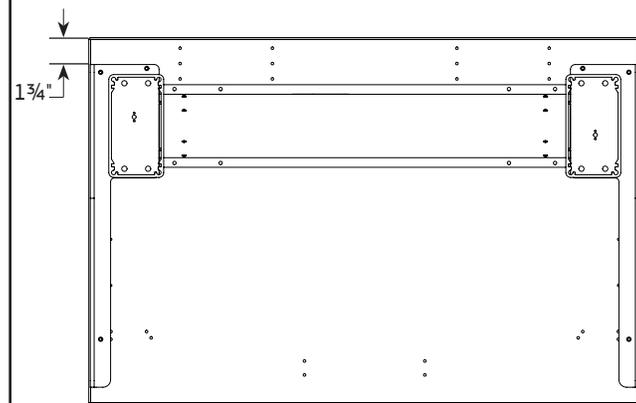
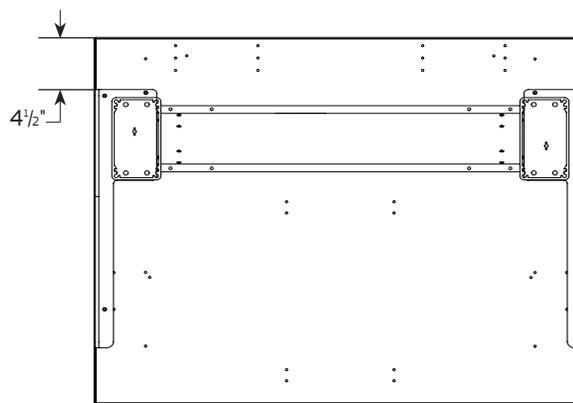

Figure 5: Base de table, surface de travail, profondeur de 24-26"
Figure 6: Bas de table, surface de travail, profondeur de 27-42"
- 2c. Le bord arrière de la base de la table doit être à 1¾" (Figure 5) ou 4½" (Figure 6) du bord arrière de la surface de travail. Alignez correctement les supports du socle de la table, à gauche et à droite, sur les trous pré percés de la surface de travail.